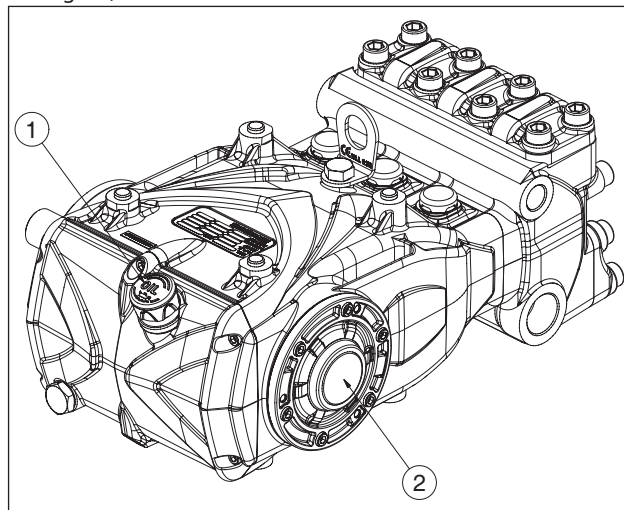

Fig. 13
- L'huile dans le carter de pompe est à niveau, en vérifiant à l'aide de la jauge appropriée (rep. ① Fig. 13) et exceptionnellement avec le voyant de niveau (rep. ② Fig. 13).